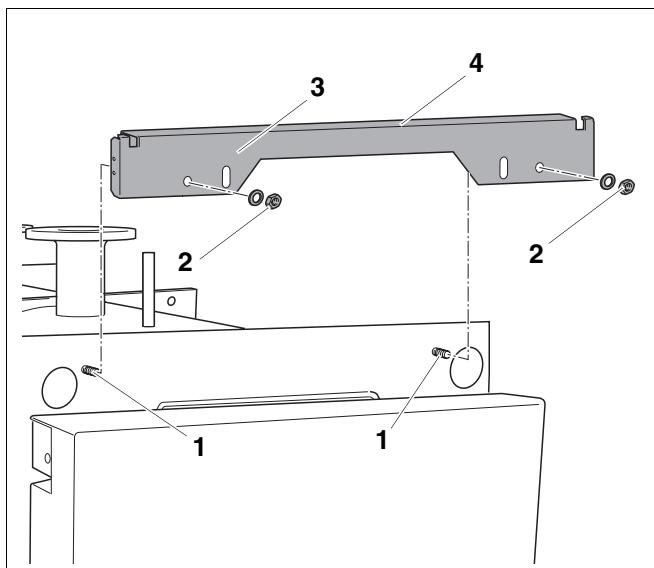
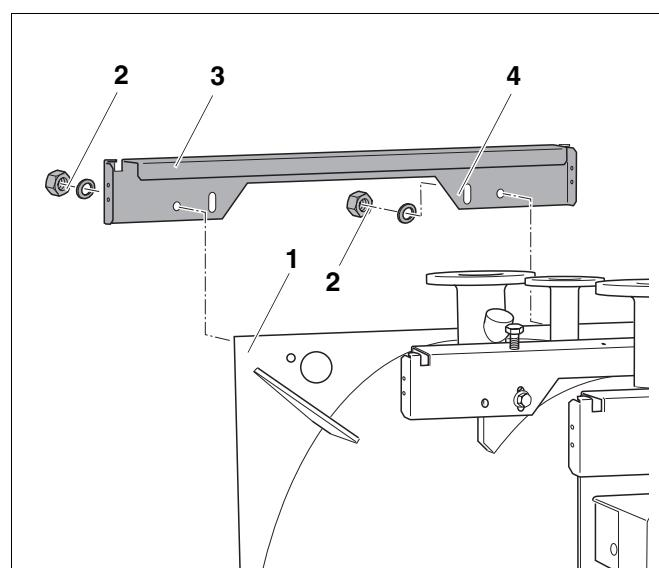

Рис. 13 Установка передней траверсы
Рис. 15 Установка задней траверсы
Следите за тем, чтобы отбортовки задней (рис. 15, поз. 3) и передней траверсы (рис. 13, поз. 4) были повернуты к корпусу котла.
- Отвернуть предварительно установленные гайки (рис. 13, поз. 2).
- Установить переднюю траверсу (рис. 13, поз. 3) на шпильки (рис. 13, поз. 1) и закрепить 2 гайками с шайбами (рис. 13, поз. 2).
- Отвернуть предварительно установленные гайки (рис. 15, **поз. 2**).
- Установить заднюю траверсу (рис. 15, **поз. 4**) на шпильки задней стенки котла (рис. 15, **поз. 1**) и закрепить 2 гайками с 2 шайбами (рис. 15, **поз. 2**).